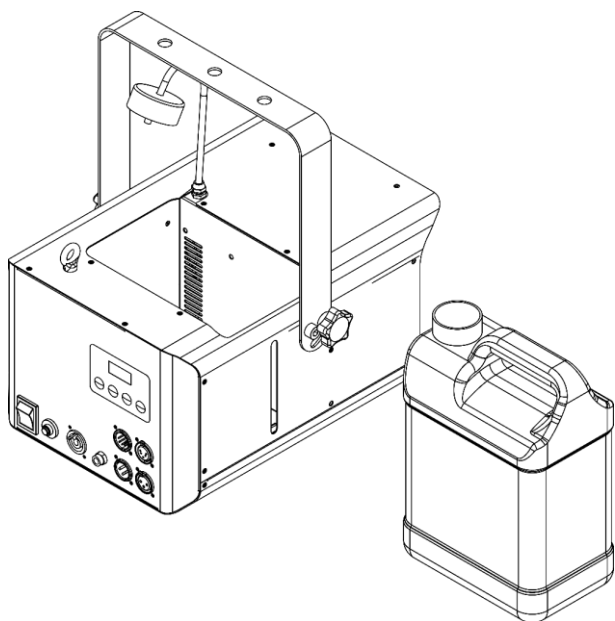

Fig. 10
- 04) Coloque el depósito de líquido en una superficie plana cerca del dispositivo, como se muestra en la Fig. 10.